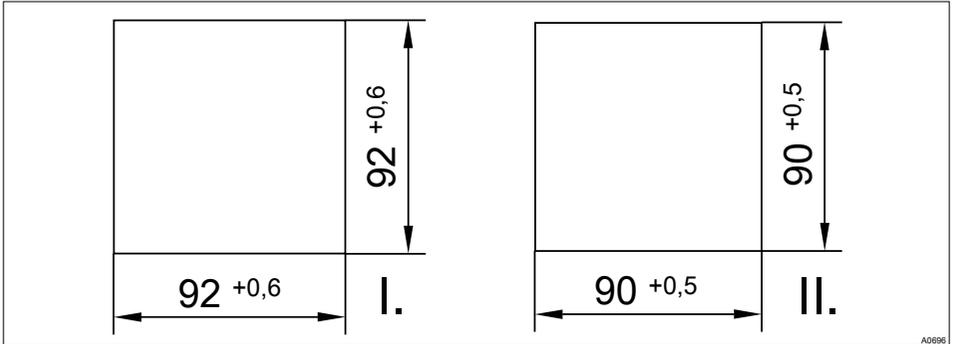

Abb. 16: Montage - Schalttafeleinbau DULCOMETER® D1Cc
- Die Abmessungen laut Abb. 16 verwenden und auf die Schalttafel aufzeichnen